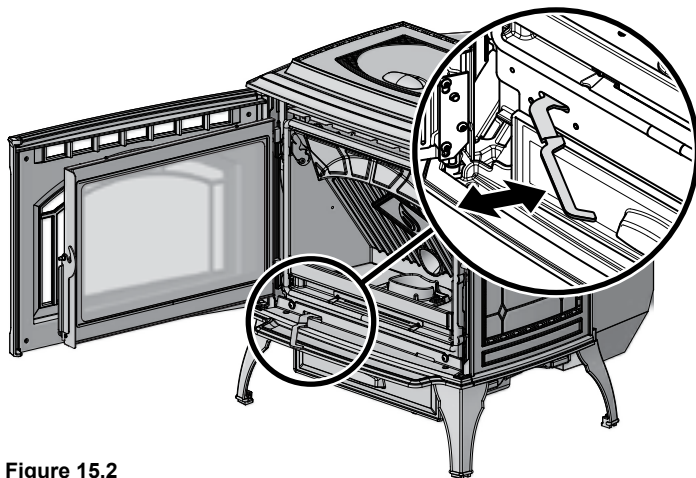

Figure 15.2
- c. Tirez deux fois la manette du plancher du creuset de combustion jusqu'à ce que la cendre tombe dans le bac à cendre en dessous (**Figure 15.2**).